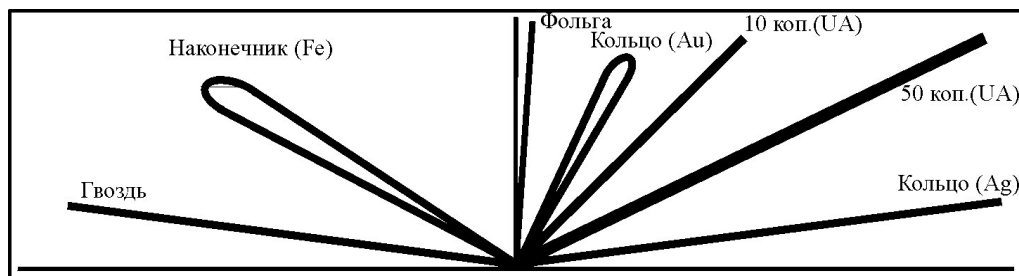

Рис. 1
- Примеры годограмм некоторых предметов приведены на рис. 1.
Следует учитывать то, что на рис. 1 приведенные годограммы идеализированы и не учитывают влияние минерализации грунта.